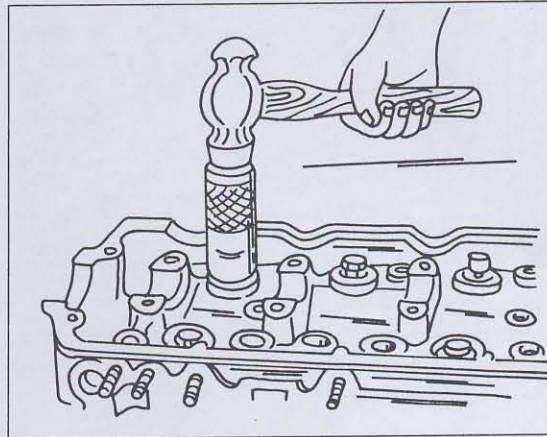

Bild 67
- Ventildfersitz über die Führung setzen und den Führungsöldichtring auf die Führung setzen. Zum vorschriftsmässigen Montieren des Öldichtringes ist ein Spezialwerkzeug erforderlich, welches wie in Bild 67 gezeigt verwendet wird. Unter keinen Umständen die alten Ventilschaftdichtringe wieder verwenden.